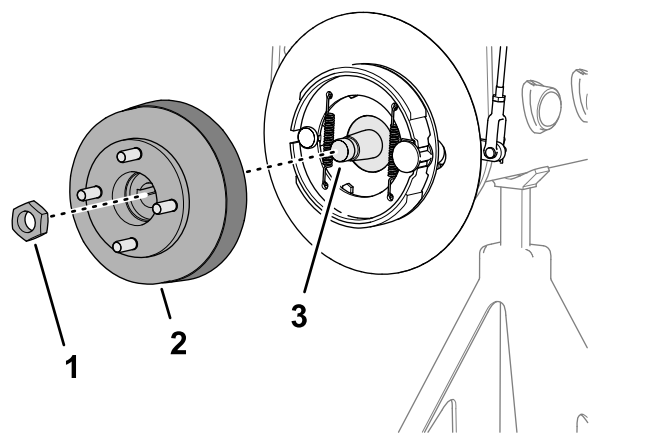
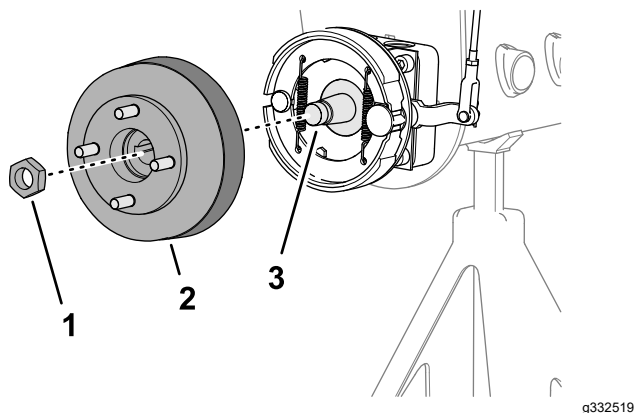

図 66
図 65
4. 所定のホイールハブ プラーを使用してホイールハブとブレーキドラムをホイールモータのシャフトから抜き取る 図 65 または 図 66。
1. ハブをホイールモータのシャフトに固定しているロックナットを外す 図 65 または 図 66。